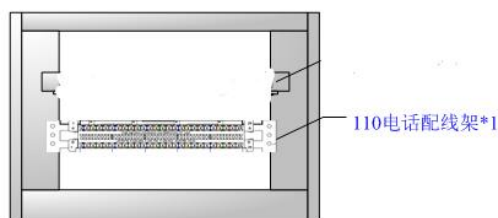

图 1-1
1. 按照附图1-1、1-2所示，完成机柜内配线架设备的安装。
① 检查竞赛材料的数量和质量。检查 40 厘米长超五类非屏蔽双绞线电缆 20 根（网线分为两种颜色，各 10 根），超五类水晶头 20 个，超五类模块 20 个；在比赛准备过程中如发现问题，可以向裁判提出，竞赛开始后不允许弥补或者更换。
② 试用工具和制作测试跳线。允许选手在准备时间内试用工具和测线器等。现场制作 1 根长度较长的“RJ45 水晶头——RJ45 水晶头”跳线，该测试跳线符合 EIA/TIA568B 标准，一端插入测线器，摆放在较合适的位置；同时检验其他相关工具。
③ 准备工作中，除测试用跳线制作外，不得开剥其余线缆护套或制作其余模块、水晶头跳线。如有违规，取消本模块比赛资格。
④ 准备工作中，不得故意影响干扰其他选手，如有违规，取消本模块比赛资格。
① 选手制作“RJ45 水晶头——RJ45 水晶头”跳线和“RJ45 模块——RJ45 模块”跳线，并且串联在一起，模块跳线和水晶头跳线颜色必须不同，如图 1-1 所示。以相联的一根模块跳线和一根水晶头跳线为一组，最终评价链接的跳线数量和质量。同时评判端接的外观质量，操作规范，环境卫生等。
② 竞赛开始首先制作“RJ45 模块——RJ45 模块”跳线，并且插入准备阶段制作的“RJ45 水晶头——RJ45 水晶头”跳线，然后再制作“RJ45 水晶——RJ45 水晶头”跳线、“RJ45 模块——RJ45 模块”跳线，按此循环依次制作，边做边串联和测试。不得“跳跃式”制作。
③ 每根跳线必须保证合格，不合格跳线不得串联，选手可以通过测线器进行测试，可以边测试边进行跳线制作。